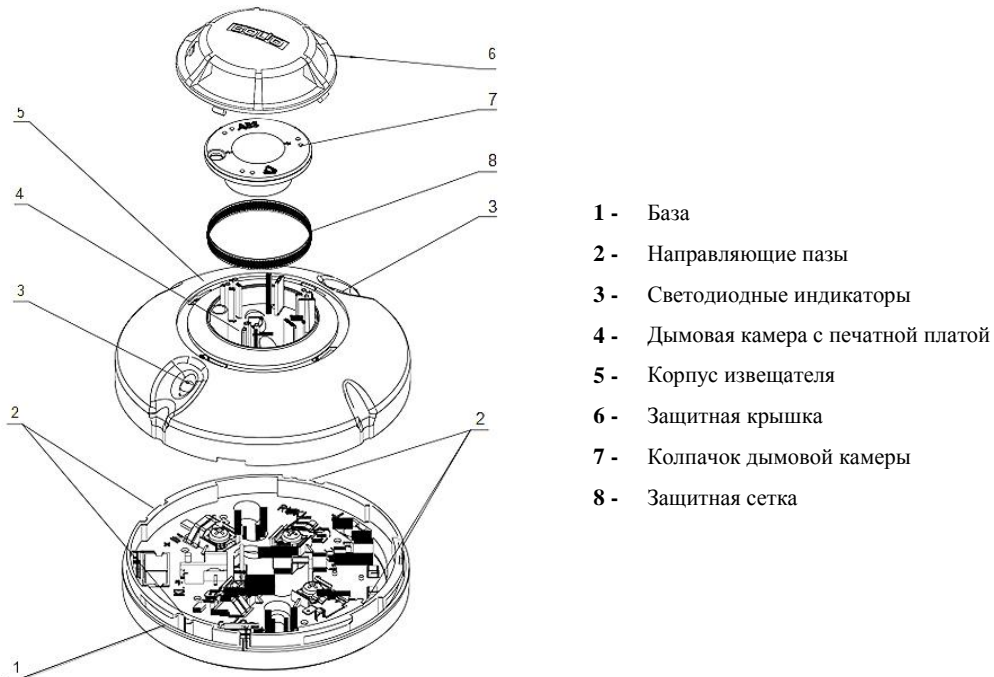

Рисунок 1
Конструкция извещателя (рис.1) состоит из базы (поз.1) с направляющими пазами (поз.2), двух светодиодных индикаторов (поз.3), печатной платы и дымовой камеры (поз.4), корпуса извещателя (поз.5), защитной крышки (поз.6), колпачка дымовой камеры (поз.7), защитной сетки (поз.8).
- 2) Снимите защитную крышку (рис.1, поз.6), для этого слегка поверните ее против часовой стрелки, держась за ребра жесткости, отделите от корпуса извещателя, затем последовательно выньте колпачок дымовой камеры (рис.1, поз.7) и сеточку (рис.1, поз.8).